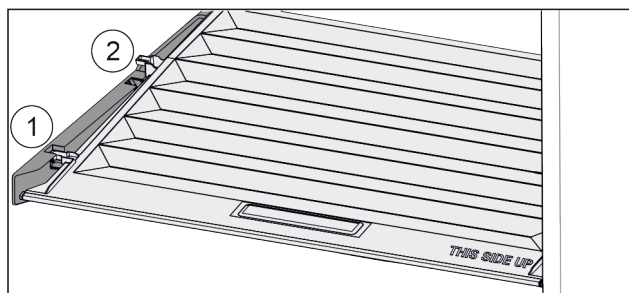

Fig. 34
- ▶ Dra locket framåt Fig. 34 (1) till öppningen i fästdelarna.
- ▶ Lyft det baktill underifrån och ta ut Fig. 34 (2) det uppåt.